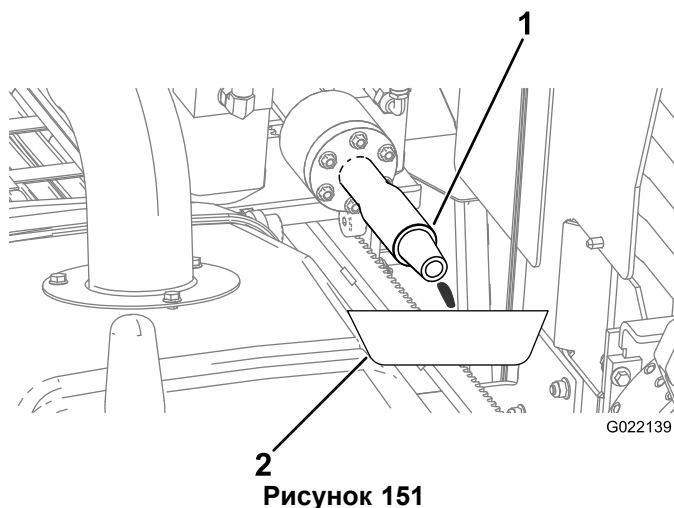

Рисунок 151
- B. Подставьте сливной поддон под буровой шпindel для сбора утечки антифриза (Рисунок 151).
- Д. Когда антифриз будет выходить из бурового шпинделя (Рисунок 151), выключите насос.